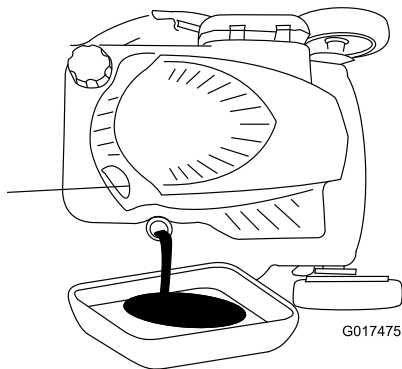

Figure 34
- Inclinez la tondeuse sur le côté (jauge en bas) pour vidanger l'huile usagée par le goulot de remplissage (Figure 34).